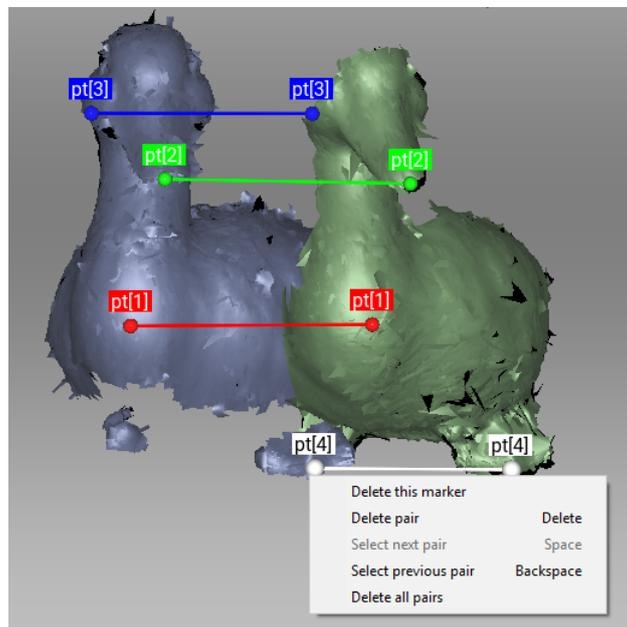
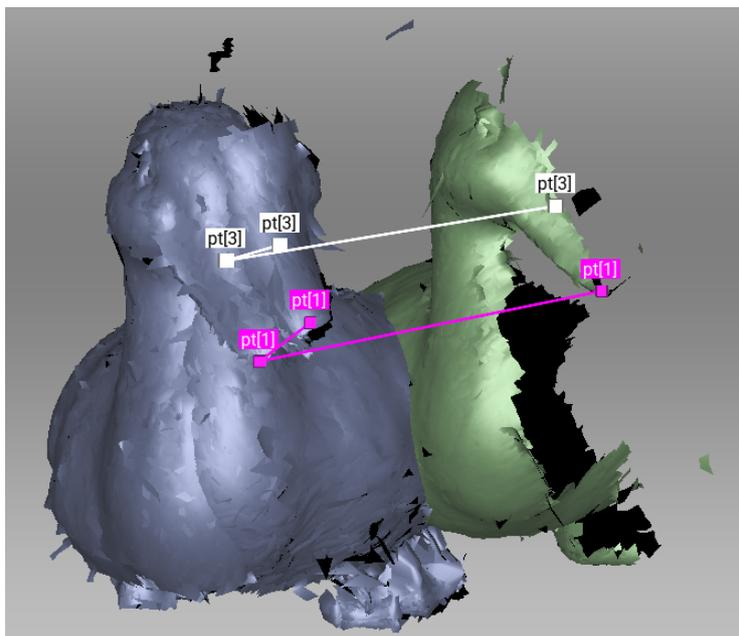

Abbildung 72: Erzeugen eines Punkte-Paares.
Abbildung 78: Vor dem Ausrichten: Zwei-Punkte-Satz hinzugefügt.
Wenn Punkte in den Modi *Starr* und *Nicht-starr* spezifiziert werden, erzeugt das Programm automatisch Paare. Nach der Spezifizierung eines Paares kann sofort das nächste erzeugt werden. Im Modus *Komplex* muss der Satz durch die *Space*-Taste oder durch Klicken auf *Neuer Satz* im linken Bedienfeld bestätigt werden, da der Satz Mehrfach-Punkte enthalten kann (siehe Abb. 72 and Abb. 78).
3. Mehrere Punkte-Paare (Abb. 72) spezifizieren, dabei die Empfehlungen in *Punkte spezifizieren und deren Positionen editieren* beachten.
3. Einen oder mehrere Punkte-Sätze auf der Scan-Fläche spezifizieren (siehe *Abb. 78*), dabei die Empfehlungen in *Punkte spezifizieren und deren Positionen editieren* beachten.